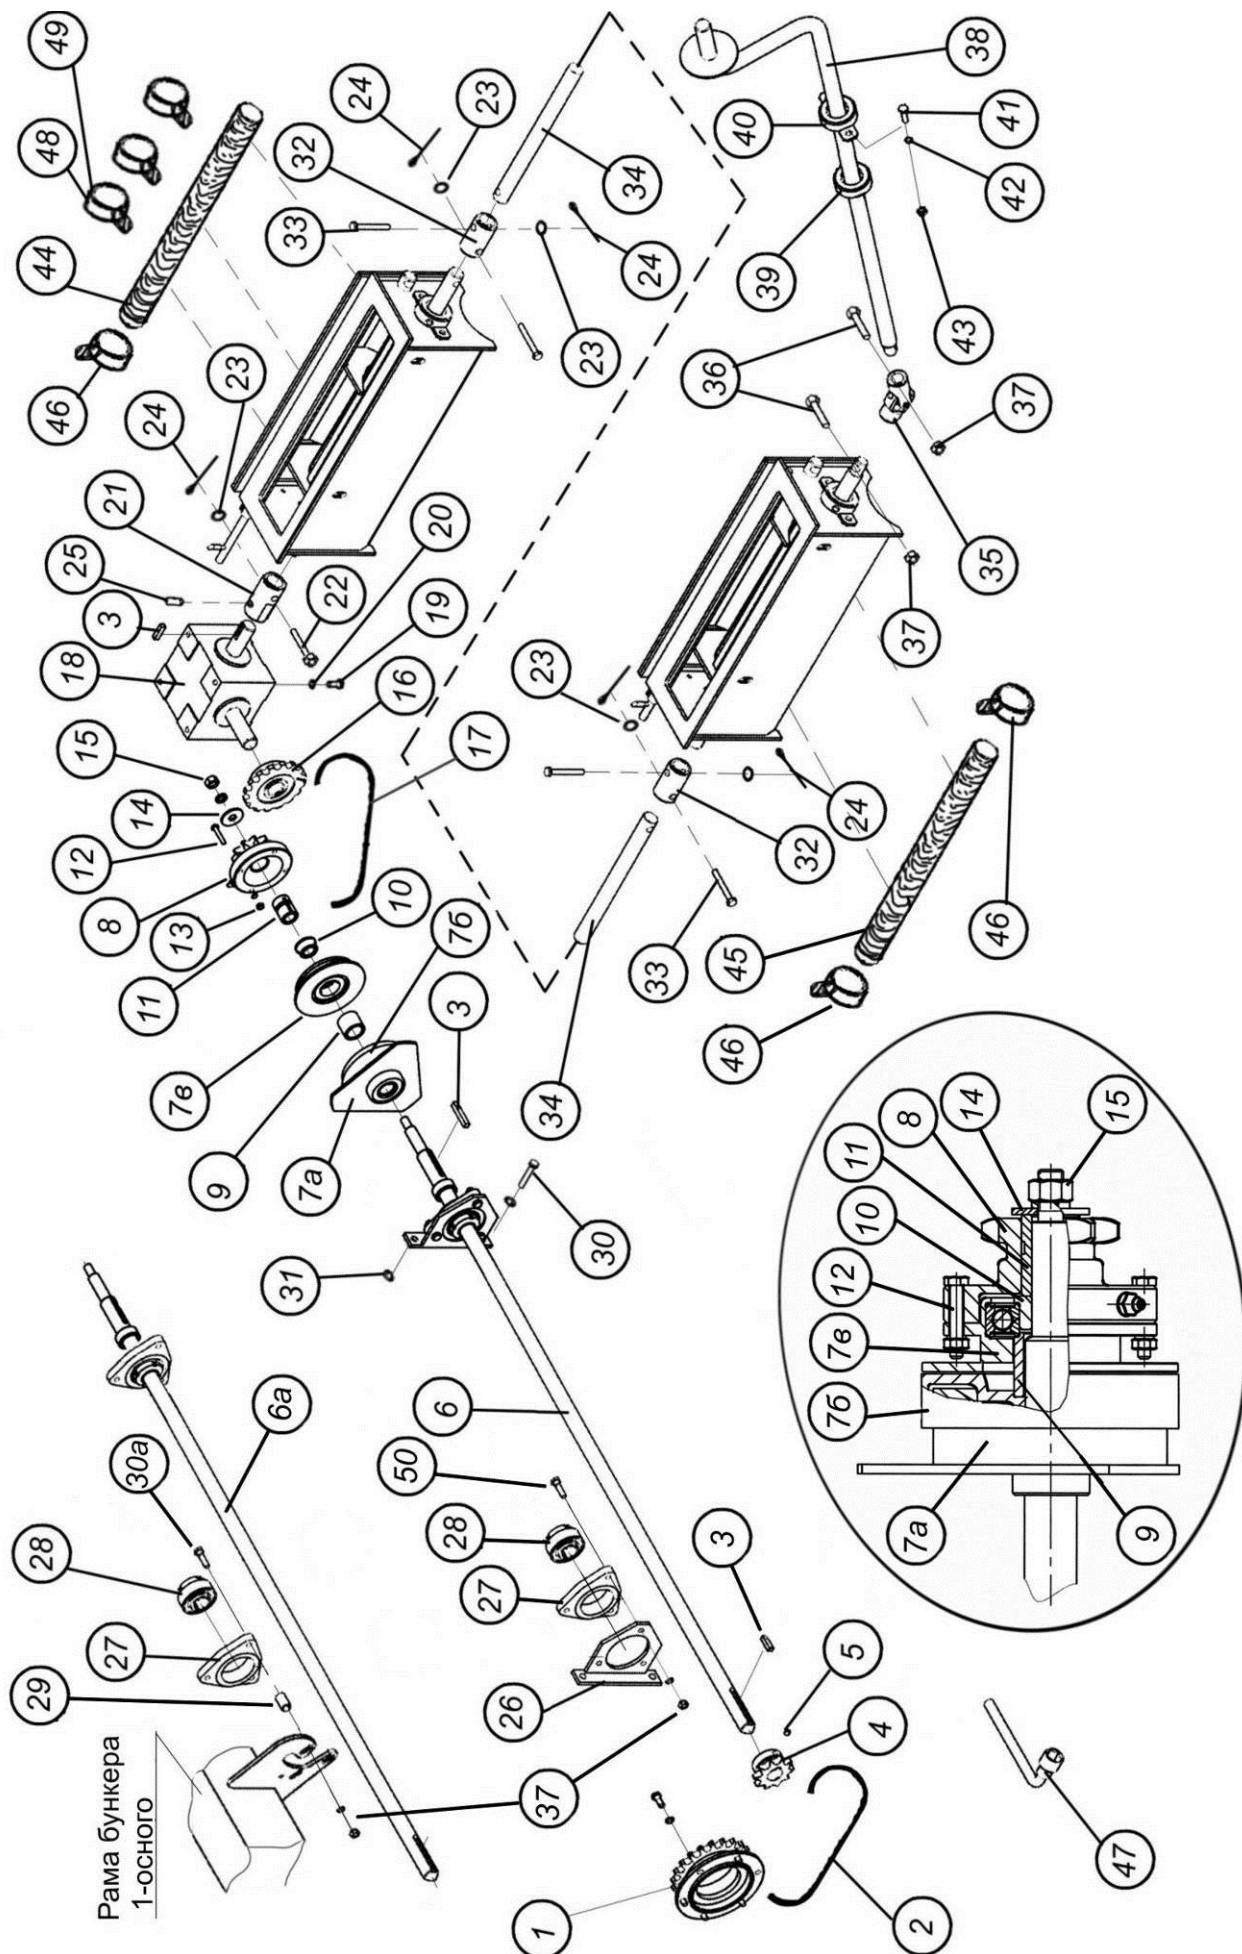

Рис. 7.2.9. Привод высевающего механизма.
7.2.9.1. Привод высевающего механизма (бункер 1-осный V=10м³) (рис. 7.2.9.1)